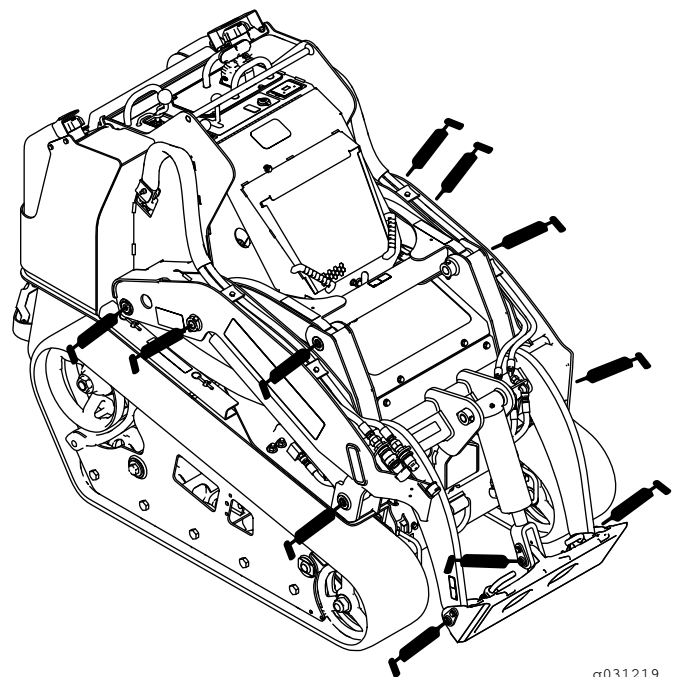
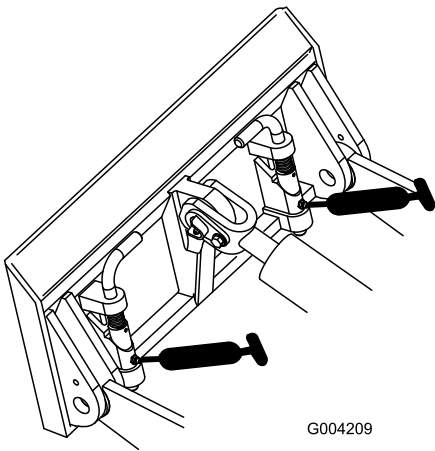
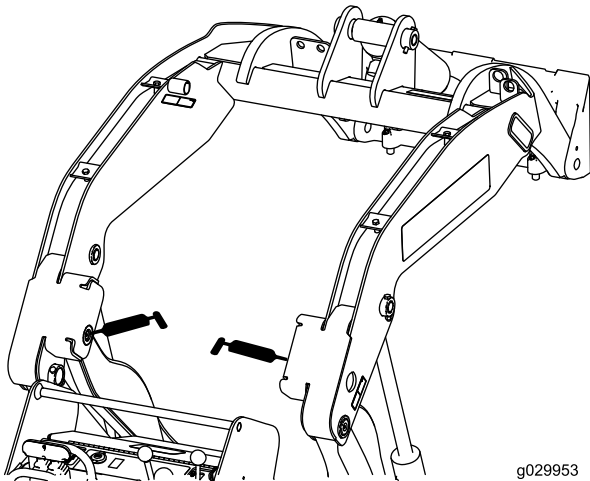

Figura 38
Figura 39
Figura 40
4. Collegate un ingrassatore a pressione a ciascun raccordo (Figura 38 Figura 39 e Figura 40).
**Nota:** Sollevate i bracci caricatori prima di ingrassare i raccordi nella Figura 40.